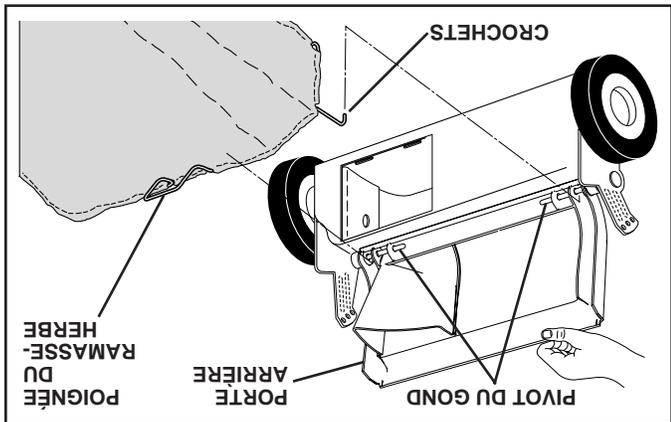

FIG. 4
- **RAMASSAGE ARRIÈRE (Voir Fig. 4) -** Soulevez la porte arrière de la tondeuse et placez les crochets du cadre du ramasse-herbe sur les pivots de la porte. Pour convertir au broyage ou au déchargement, enlevez le ramasse-herbe et fermez la porte arrière.